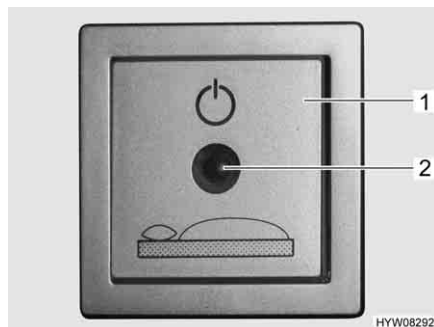

Fig. 70 Interruttore a tasto attivazione letto di coda
- Premere una volta l'interruttore a tasto (Fig. 70,1) nel gavone di coda per attivare la meccanica di sollevamento. La spia di controllo (Fig. 70,2) si accende.
- Premere di nuovo l'interruttore a tasto (Fig. 70,1) per disattivare la meccanica di sollevamento. La spia di controllo (Fig. 70,2) si spegne.